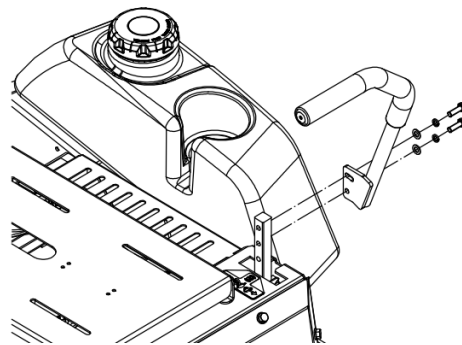

Fig. 5
- Posizionate la leva all'esterno della barra di fissaggio, fissatela con bulloni e rondelle (vedi Fig. 5), quindi serrate bene.